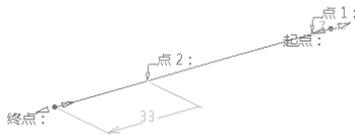

图 3-91
- 终点：超出选定的第 2 点直线的端点，也是直线终点，如图 3-91 所示。